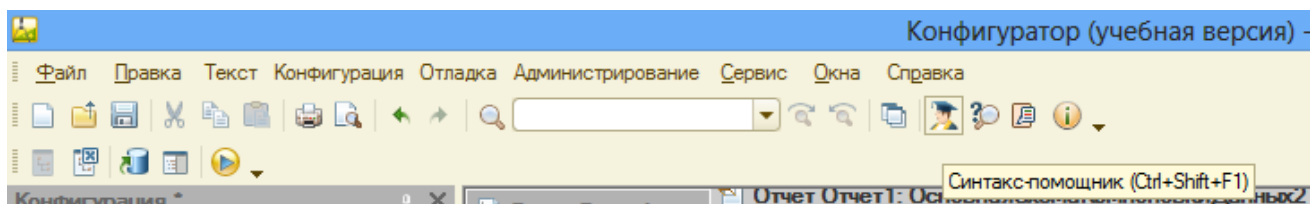

Рисунок 49 Панель инструментов
17. На панели инструментов Конфигуратора нажмите кнопку «Синтаксис-помощник» (рис. 49). Изучите справку по оператору «Если»: Общее описание встроенного языка – Операторы – Если Тогда ИначеЕсли.